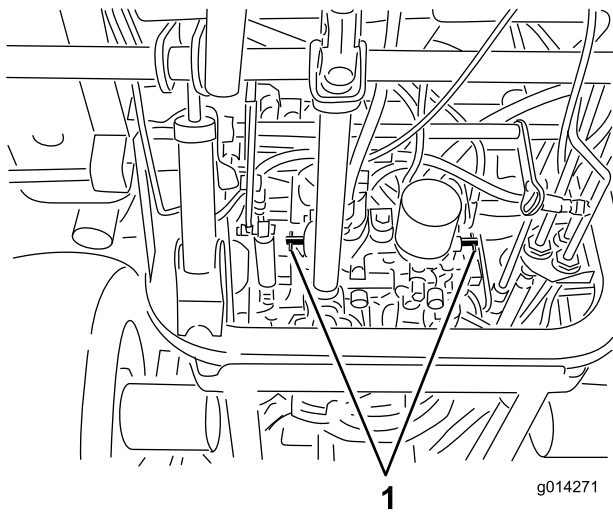

Figura 34
4. Rode cada válvula de derivação no sentido contrário aos ponteiros do relógio 1 volta (Figura 34).
Rode cada válvula de derivação 1 volta no sentido dos ponteiros do relógio e aperte-as à mão (aperte cerca de 8 Nm) (Figura 34).